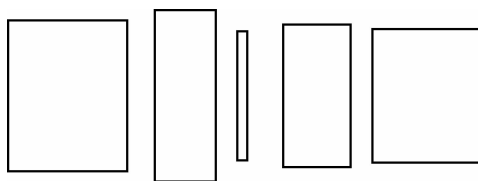

图 2-5 分别绘制矩形
(1) 读懂图，使用“矩形”命令分别绘制矩形，结果如图 2-5 所示。